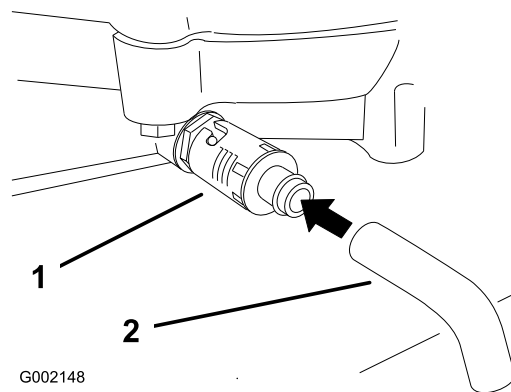

Figura 29
- Coloque un recipiente debajo del tubo de vaciado. Gire la válvula de vaciado para que se drene el aceite (Figura 29).